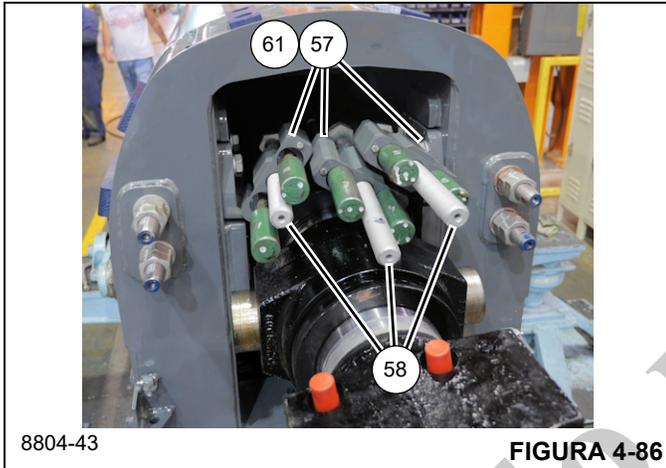

FIGURA 4-86
84. Instale los cables de extensión de la sección telescópica 3 (139) marcados 1 y 2 en el bloque de anclaje (57), luego instale la placa retenedora (61) usando dos pernos (62). Repita este procedimiento, formando un grupo con los cables de extensión de la sección telescópica 3 (139) marcados 3 y 4 y un grupo con los cables marcados 5 y 6 (vea la Figura 4-86).
85. Instale tres pernos (58) por los bloques de anclaje (57) (vea la Figura 4-86).
86. Monte seis almohadillas de desgaste (54) en la parte trasera de la sección telescópica 2 (3) utilizando doce pernos (56).